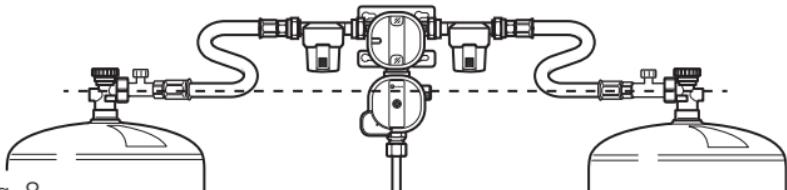

Fig. 8
- ① La position médiane entraîne un prélèvement simultané dans les deux bouteilles de gaz. La position médiane doit être évitée.
- ▶ Lors du changement de bouteille, s'assurer que les lyres haute pression du raccord d'entrée du détendeur présentent toujours une pente constante vers les bouteilles de gaz (Fig. 8).